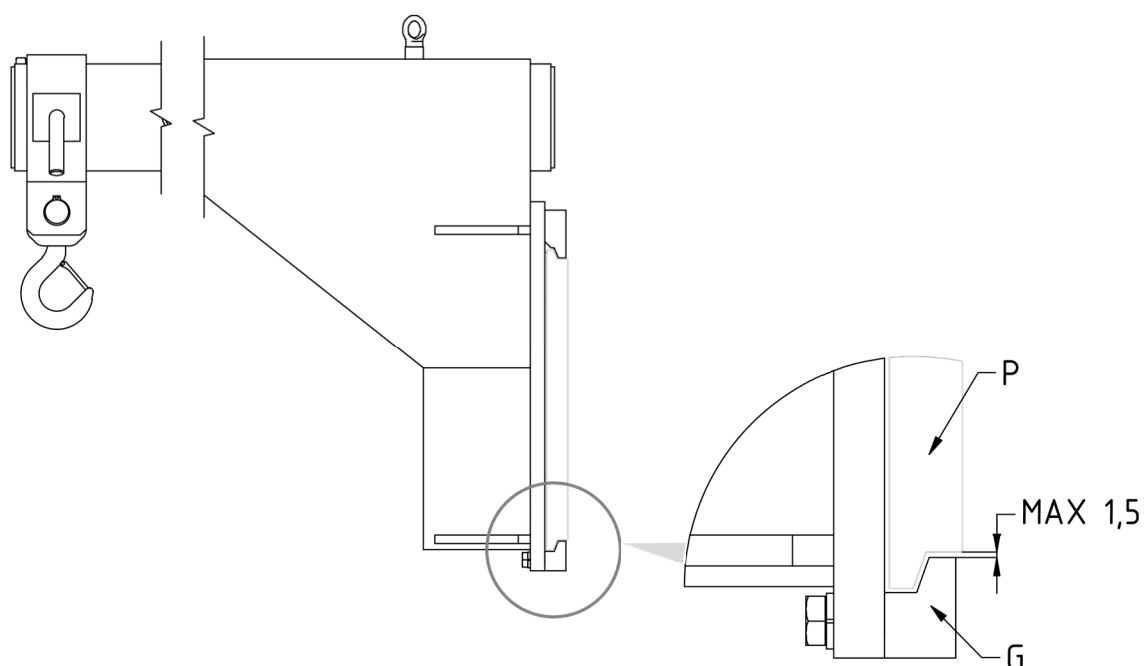

Figure 5
6. Revisser les 2 crochets inférieurs **G** de manière à ce que le corps de ceux-ci reste également accroché en dessous du tablier porte fourche **P** (avec jeu max. 1,5 mm, voir *Figure 5*), et en serrant avec le couple de serrage indiqué dans le *Tableau 2*.
2. Contrôler le jeu entre la partie inférieure du tablier porte-fourches et les crochets inférieurs de l'équipement, en vérifiant que c'est comme indiqué dans la *Figure 5* à la page 12 et, le cas échéant, serrer les vis qui les maintiennent comme indiqué dans le *Tableau 2* à la page 12.